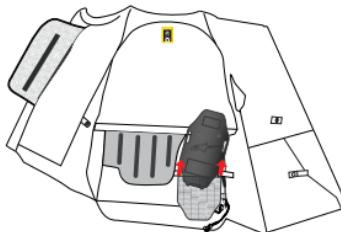

Abbildung 13
3. Nehmen Sie das Inflatorgehäuse (4) aus seiner Tasche, indem Sie die beiden Klettverschlüsse öffnen (Abbildung 13).
**WARNUNG!** Zum Entfernen des Inflatorgehäuses (4) muss dieses nicht geöffnet werden. Öffnen Sie nicht das Inflatorgehäuse (4). Nur autorisierte Alpinestars-Händler dürfen das Inflatorgehäuse (4) zu Wartungszwecken öffnen.